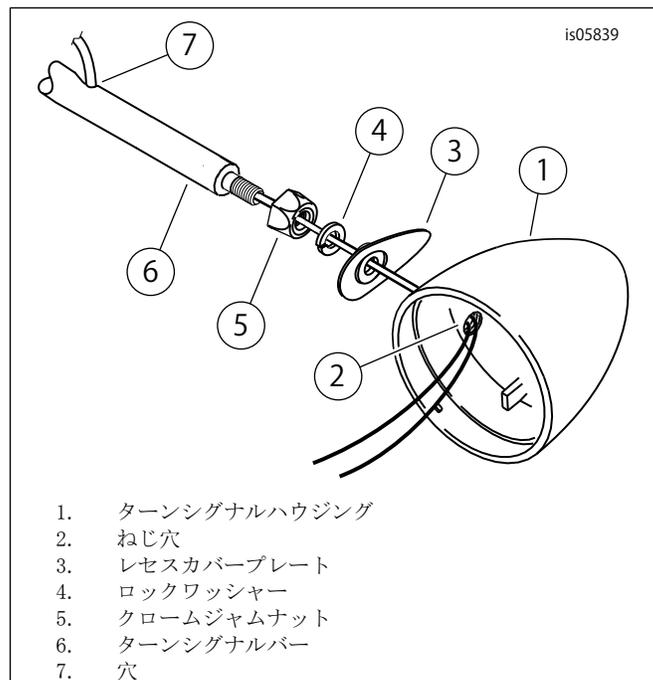

図5. ターンシグナルバー
1. 「図5」を参照。ターンシグナルバー(6)の両端にクロムジャムナット(5)を、バーに対してナットの座ぐり側を取り付ける。